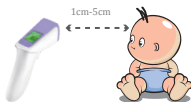

Figure 2: mesure de la position et de la distance
- Alignez le thermomètre sur le milieu du front pour mesurer la température corporelle (entre les sourcils ci-dessus) et garder la distance verticale, appuyez sur le bouton On/scan, et la température s'affiche immédiatement, voir figure 2.
Mauvaise position de test incorrecte	Voir figure 2 Mesure de la position et de la distance.